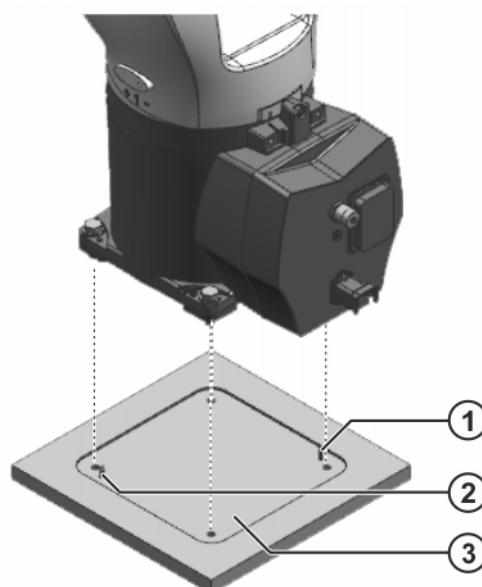

Abb. 8-8: Bodenroboter einbauen
1. Bolzen auf Beschädigung und festen Sitz prüfen (>>> *Abb. 8-8*).